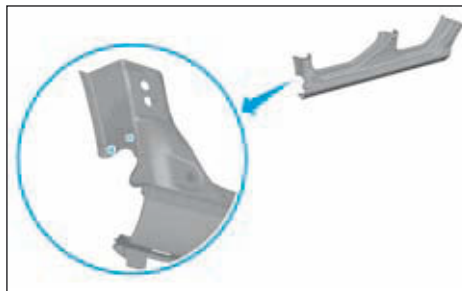

FIG.113
- percer l'ensemble des points au Ø 6,5 mm, pour un soudage ultérieur par points bouchons MAG (Fig.113).